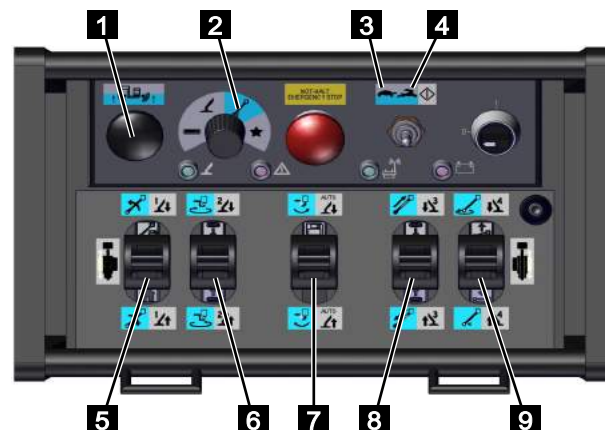

Fig. 166
5. Mettre le sélecteur de fonction de la commande radio sur [Fonctions de la plateforme] (bleu) (Fig.166/2).
6. Avec le sélecteur du mode de service sur la commande radio, sélectionner la [Vitesse lente] (Fig.166/3) ou la [Vitesse rapide] (Fig.166/4).
7. Dans certaines zones, il est nécessaire d'actionner le bouton « collision ». Pour cela, le bouton « collision » (Fig.166/1) doit être actionné en même temps que le levier de commande souhaité.
8. Manipuler la plateforme avec les leviers de commande (Fig.166/5,6,7,8 et 9) conformément au tableau suivant.